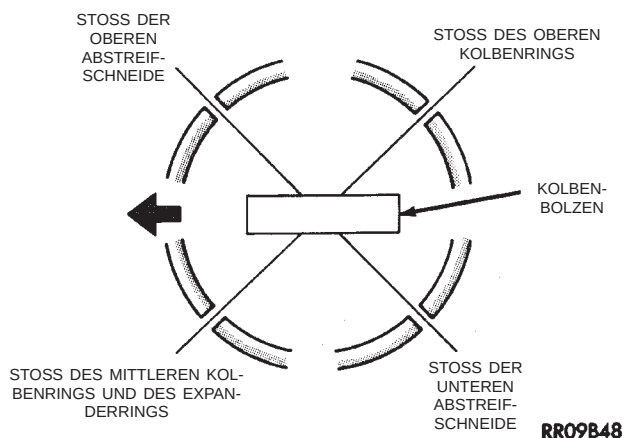

Abb. 98 Anordnung der Pleuellagerbolzenstöße
(10) Pleuellagerbolzenstöße wie in (Abb. 98) dargestellt versetzt zueinander anordnen.
(11) Stoß des Expanderrings um mindestens 45° versetzt zu den Stößen der Abstreifschneiden anordnen, jedoch **nicht** auf der Mittellinie des Pleuellagerbolzens oder in Druckrichtung. Die versetzte Anordnung der Ringstöße ist für die einwandfreie Zylinderabdichtung von grundlegender Bedeutung.